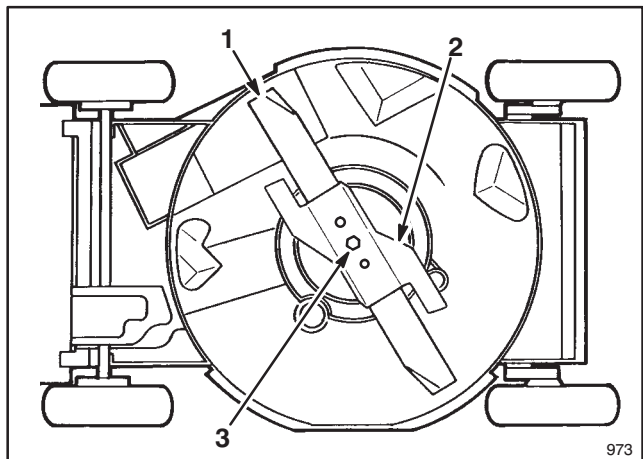

Abbildung 25
6. Mäher auf die linke Seite kippen (Abb. 25). Messer nicht drehen, da dies zu Startproblemen führen könnte.